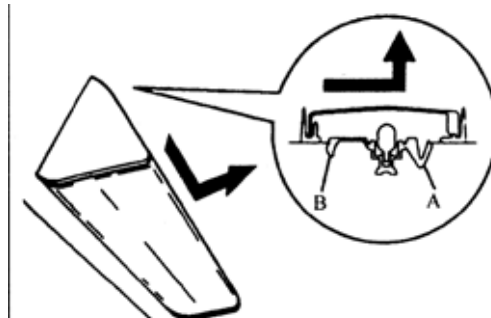

图 9-56
3)拆下牌照灯总成。如图 9-56 所示，拉出牌照灯总成，松开卡钳，断开连接器。